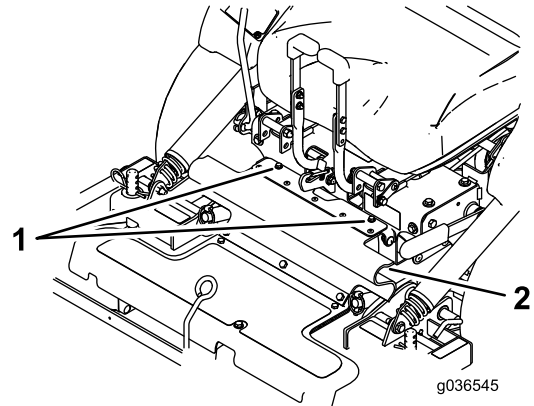

Figure 9
2. Desserrez les boulons fixés au déflecteur en caoutchouc (Figure 9).
3. Fixez la protection en caoutchouc à l'aide des boulons (Figure 9).